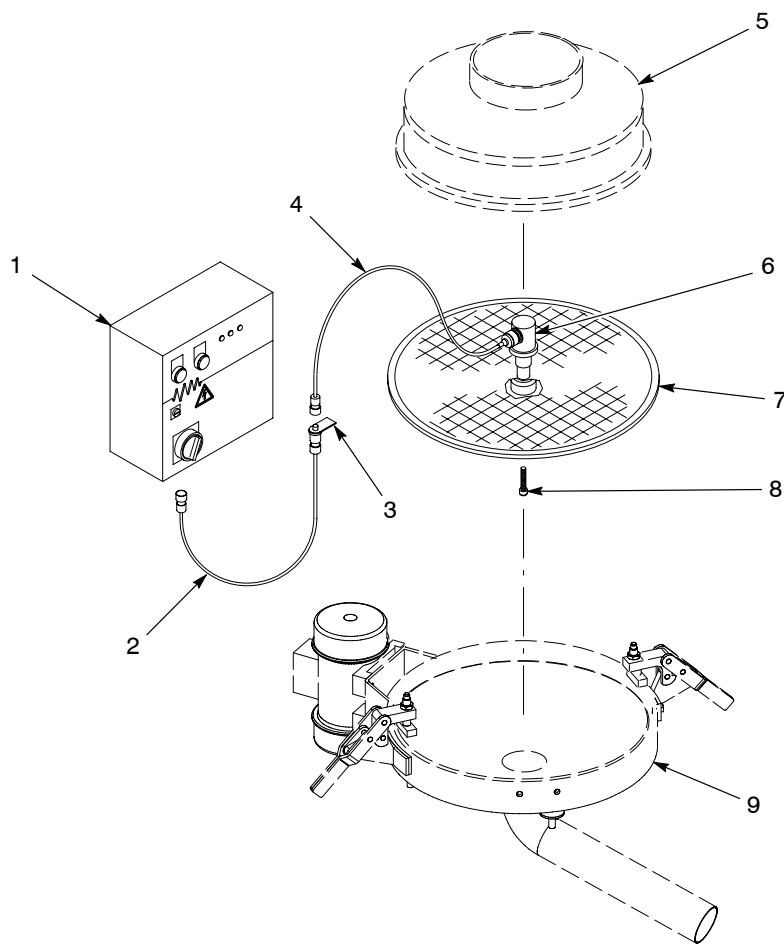

Abb. 21 Komponenten des Vibrasonic Systems
Siehe Abbildung 21.
1. Siehe Abbildung 21. Die Mittelnabe des Siebgitters (7) und die Unterseite des Wandlers (6) mit Azeton reinigen.